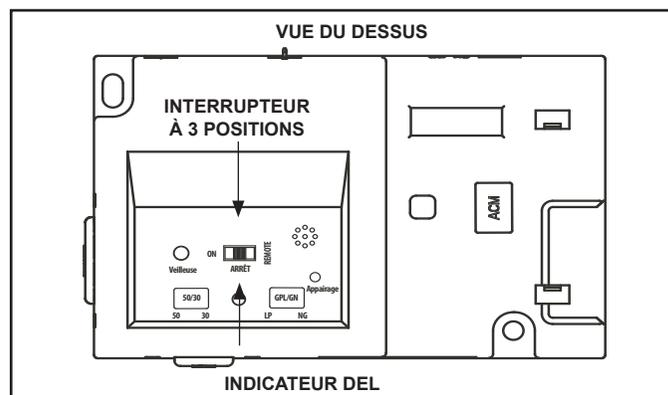

Figure 3.6 IFT-ECM
Le système d'allumage intermittent Intellifire™ Tactile est livré avec un système de piles de secours permettant au système de fonctionner pendant une panne d'électricité. Le système offre une transition sans interruption entre l'alimentation c.a. et les piles de secours. Le bloc-piles installé en usine est situé dans la cavité des commandes de l'appareil. Voir la figure 3.6. La longévité et la performance des piles seront affectées par une exposition à long terme aux températures de fonctionnement de cet appareil.
1. Le module de commande électronique (IFT-ECM) possède un commutateur de sélection à trois positions ON/OFF/REMOTE qui doit être réglé pour un bon fonctionnement. Voir la figure 3.6. Lorsque vous changez la position, il est important de faire une pause de 1 à 2 secondes dans chaque position.